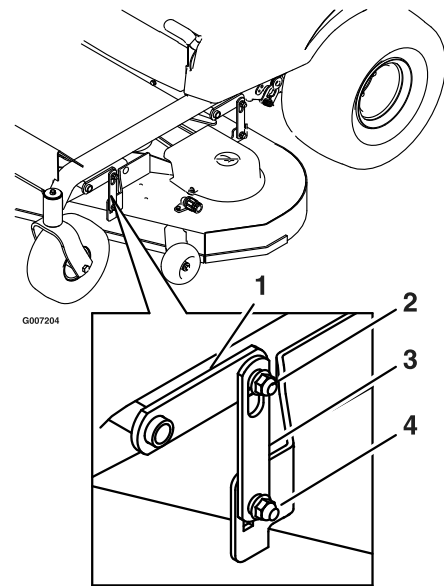

Bild 51
7. Lösen Sie die Sicherungsmuttern der Nivellierungseinstellung (Artikel 4) an allen vier Ecken, sodass das Mähwerk sicher auf allen vier Blöcken sitzt. Stellen Sie sicher, dass die Mähwerkhängeprofile ganz unten sind (oben am Schlitz) und dass das Mähwerkhubpedal ganz gegen den Anschlag gedrückt ist. Ziehen Sie dann die vier Sicherungsmuttern der Nivellierungseinstellung fest (Bild 51).